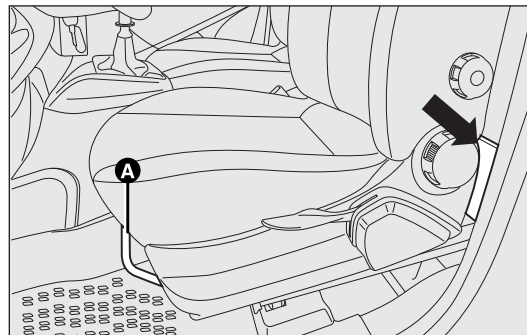

рис. 129
- для исполнений Cargo рис. 129: сдвинуть вперед переднее левое сиденье с помощью рычага А, чтобы достать ящик с инструментами, установить его рядом с заменяемым колесом;